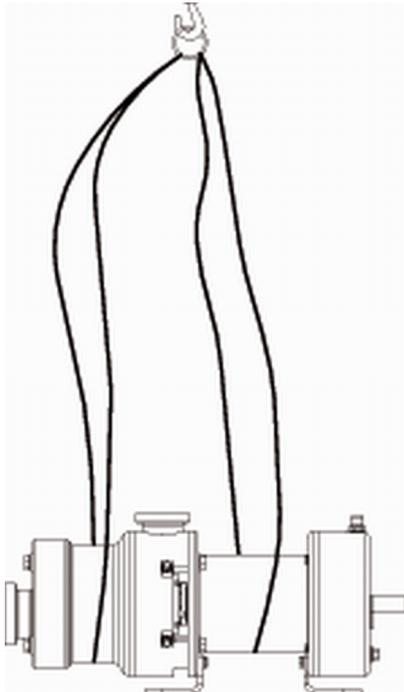
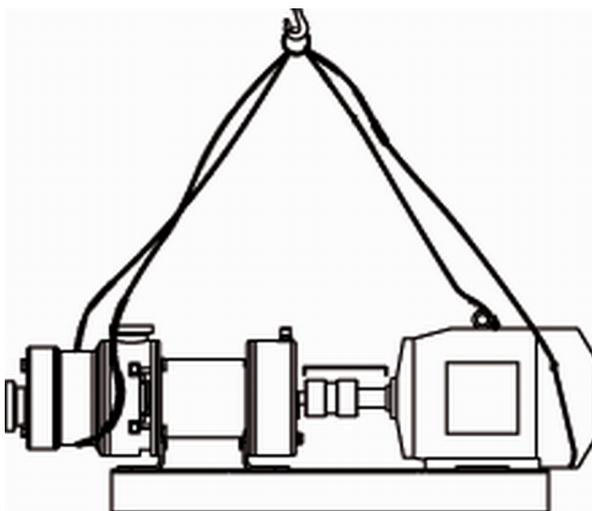

Abb. 4: Pumpe anheben
Abb. 5: Pumpenaggregat anheben
1. Seile, Gurte oder Mehrpunktgehänge gemäß *Abb. 4 „Pumpe anheben“ auf Seite 30* bzw. *Abb. 5 „Pumpenaggregat anheben“ auf Seite 30* anschlagen.